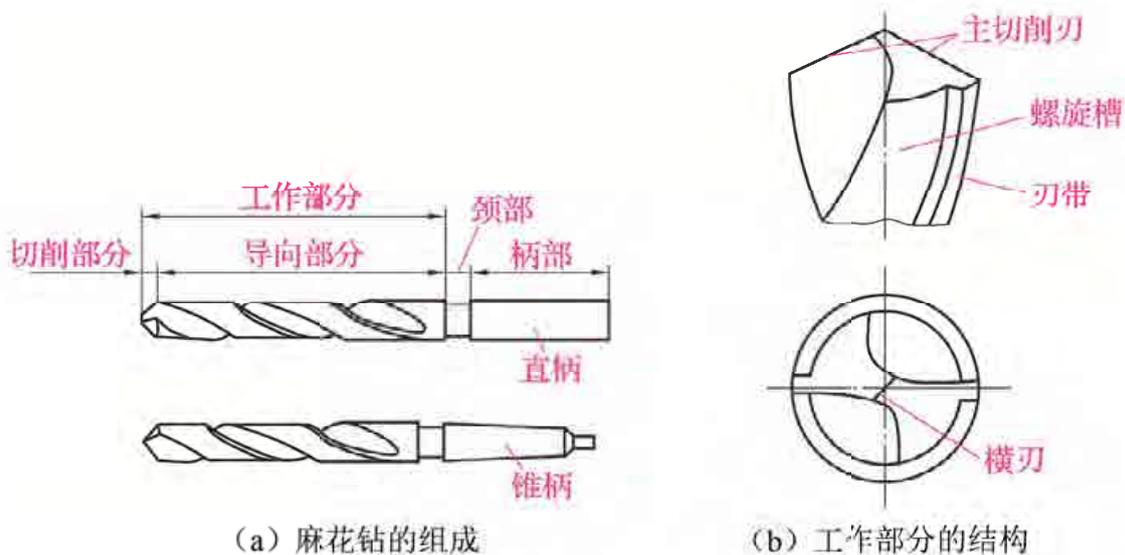

图 6-1 麻花钻
钻孔的主要工具是钻头。钻头种类较多，主要包括麻花钻、中心钻、扁钻和深孔钻等，其中，麻花钻是最常使用的钻头。麻花钻主要由工作部分、颈部和柄部组成，如图 6-1 (a) 所示。
(1) 工作部分包括切削部分和导向部分。如图 6-1 (b) 所示，切削部分是指麻花钻的前端部分，包括横刃和两个对称的主切削刃；导向部分包括刃带和螺旋槽。刃带的作用是引导麻花钻，并减少麻花钻与孔壁的摩擦；螺旋槽的作用是向孔外排屑及向孔内输送切削液。